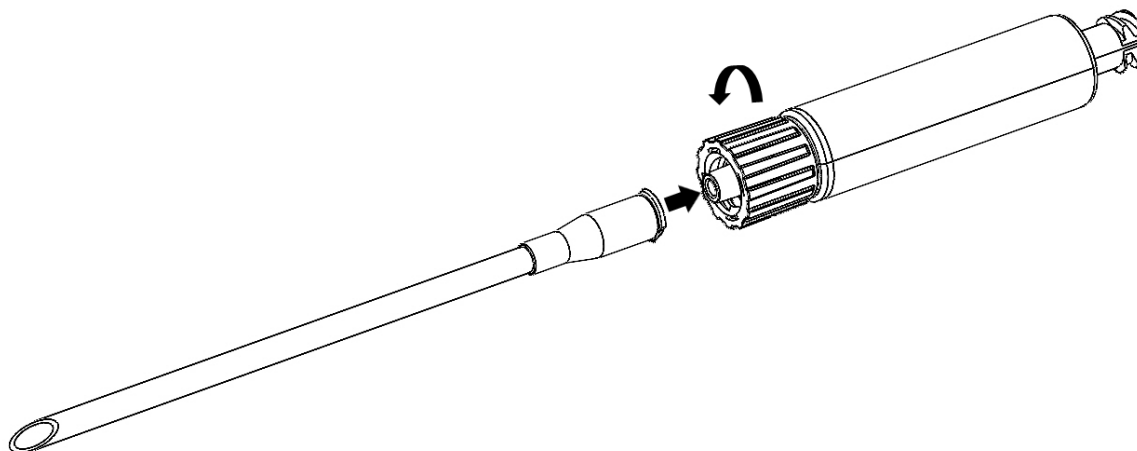

Figura 2. Collegamento dell'ago di decompressione/dispositivo per toracostomia al dispositivo Capnospot
5. Collegare il luer maschio del Capnospot alla porzione luer femmina di un ago oppure di un dispositivo per toracostomia, come mostrato nella figura 2, riportata in basso.